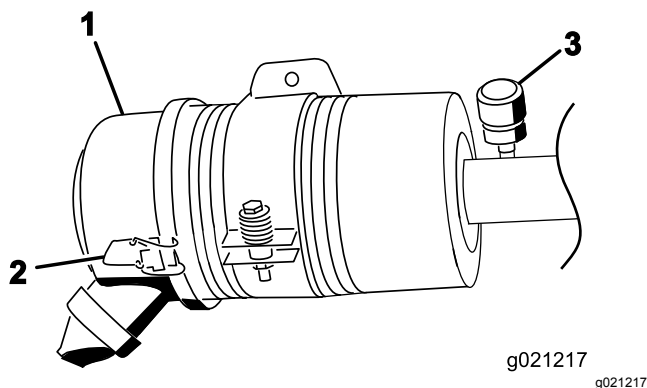

Figure 69
Faites l'entretien du filtre à air uniquement quand l'indicateur de colmatage (Figure 69) indique que cela est nécessaire. Changer le filtre à air prématurément ne fait qu'accroître le risque de contamination du moteur par des impuretés quand le filtre est déposé.
1. Desserrez les fixations qui maintiennent le couvercle sur le boîtier du filtre à air (Figure 69).